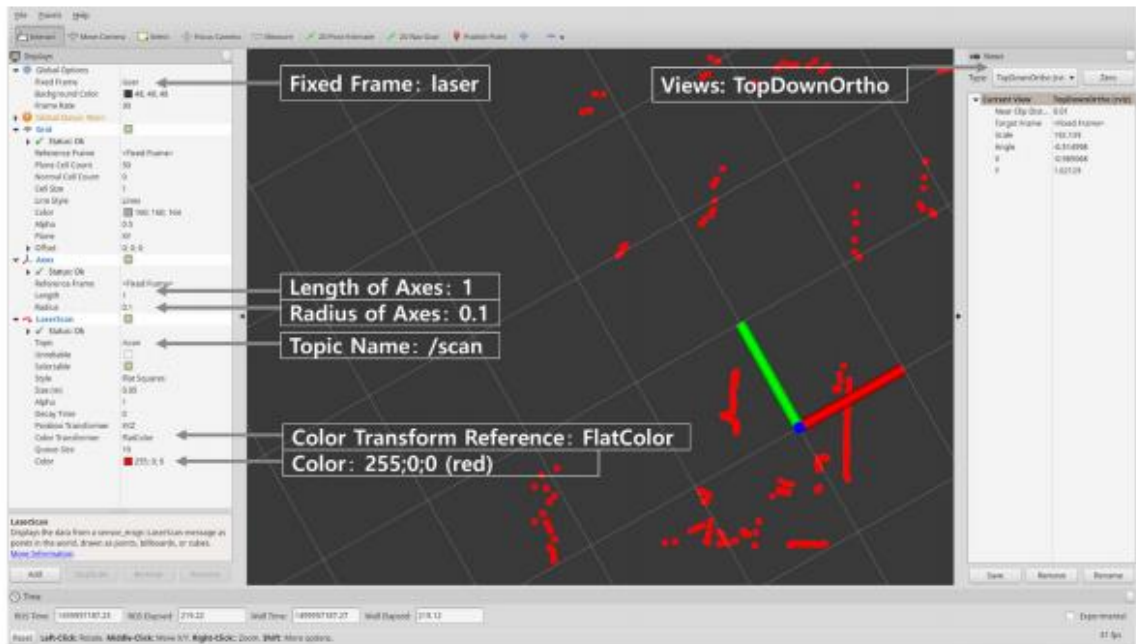

Рис. 82 Дисплей LaserScan на RViz
❶ Встановіть ' Тип ' у вигляді у верхньому правому куті RViz на "TopDownOrtho", щоб дисплей був змінений на вигляд зверху, який малює інформацію про відстань на площині XY.
❷ У лівій колонці перейдіть в розділ [Глобальні параметри] і встановіть для параметра [фіксований кадр] значення "лазер".
❸ Натисніть кнопку [Додати] в лівому нижньому кутку RViz, потім виберіть [осі] на дисплеї. Змініть параметри деталізації для довжини і радіуса, як показано на рис. 82.
❹ Натисніть кнопку [Додати] в лівому нижньому кутку RViz і виберіть [LaserScan] на дисплеї. Змініть детальні налаштування теми, кольорного трансформатора і кольору, як показано на рис. 82.
Після завершення всіх налаштувань можна побачити, що об'єкт сканується навколо осі Z координат, де осі x і y показані червоним і зеленим кольорами відповідно, як показано на рис. 82. Сіра сітка встановлена на 1 м, щоб вимірне значення відстані можна було порівняти з фактичним середовищем.